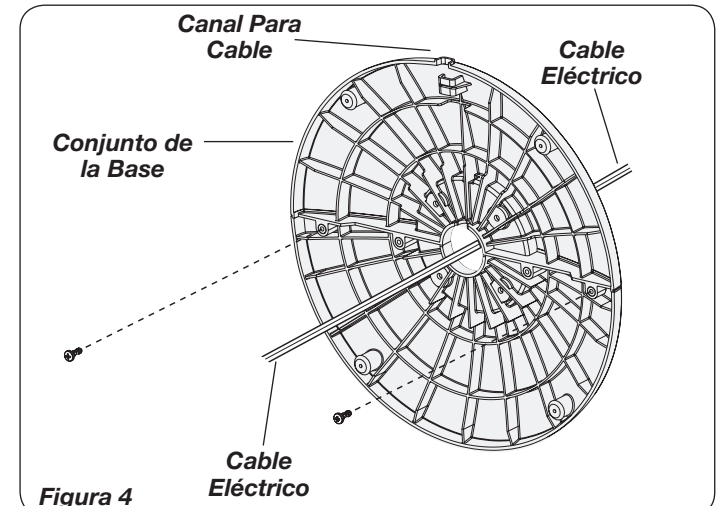

Figura 4
4. Fije las mitades de la base con (2) tornillos M4 X 13 mm. Pase el **Cable Eléctrico** por el gran orificio que se encuentra del **Conjunto de la Base**. **NOTA:** El **Canal Para Cable** en la parte inferior de la base debe estar hacia la parte posterior del Calefactor. (Figura 4)